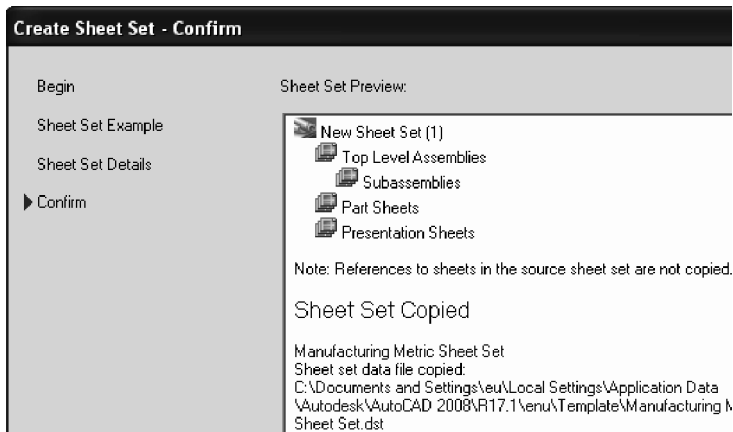

Fig. 10.51 Fereastra **Create Sheet Set – Confirm**
6. Din ultima fereastră, **Create Sheet Set – Confirm**, din Fig. 10.51, prin acționarea butonului **Finish**, noul set este creat și afișat în fereastra **Sheet Set Manager**.